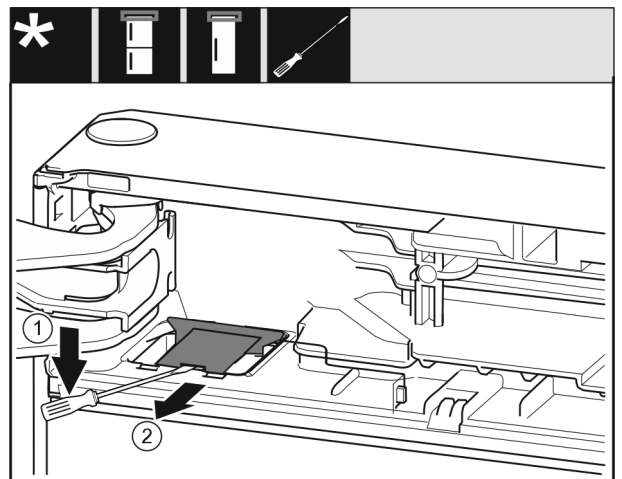

Fig. 10
► Atbrīvoji pārsegu ar plakano skrūvgriezi un pacelji uz augšu. Fig. 10 (1)
► Izņemji pārsegu. Fig. 10 (2)